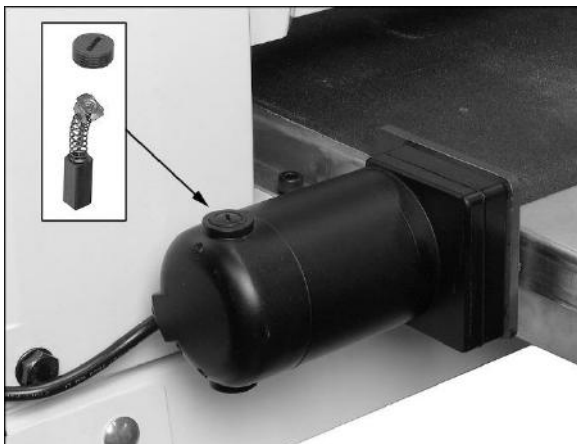

Abb. 10-4
2. Die Kappe mit einem Schlitzschraubendreher ausschrauben und entfernen. Siehe Abb. 10-4.